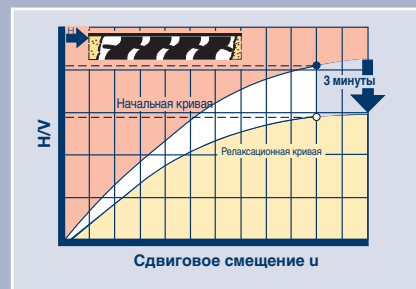

Рис.6: Прочность на сдвиг плиточной опоры Cigular® как функция сдвигового смещения для компрессионной нагрузки в 1.11 N/mm²; график
- Когда горизонтальное движение начинается, соотношение H/V равно нулю (Рис.6). Статическое трение, которое в скользящих опорах отвечает за большую часть прочности на сдвиг, преодолевать не требуется.